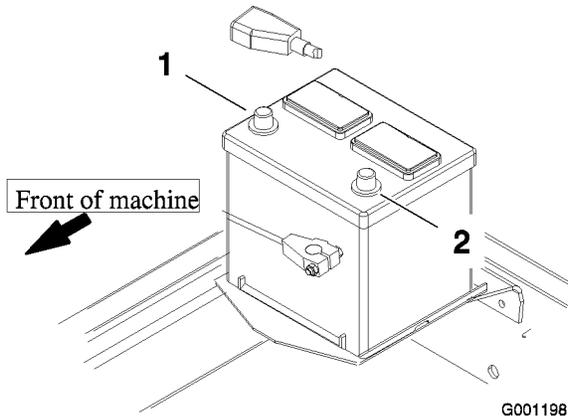

図 10
8. まず、赤い(+)ケーブルをバッテリーの(+)端子に、黒いケーブル(-)はバッテリーの(-)端子に固定する(図10)。ショート防止のために(+)端子にゴムキャップをかぶせる。